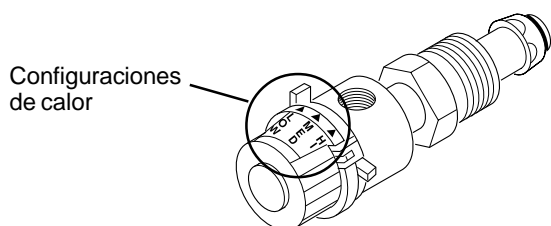

Figura 4: Regulador del calentador
- Cuando el quemador permanezca encendido, puede girar la perilla del regulador del calentador en el sentido de las manecillas del reloj hasta la configuración de calor deseada (consulte la figura 4). Si se apaga el quemador, cierre el gas. Gire la perilla del regulador completamente en el sentido de las manecillas del reloj a "APAGADO". Revise el suministro de combustible. Si el suministro de combustible está en orden, vuelva a encender el calentador.